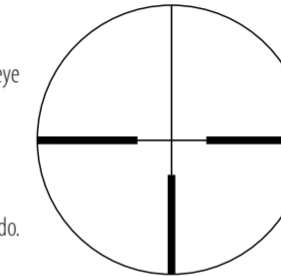
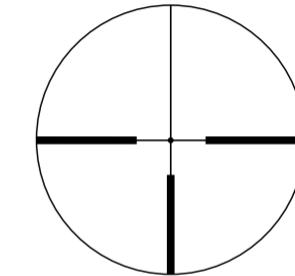

Fig. 3-1
Fig. 3-2
(1) Messa a fuoco
- Guardare attraverso l'oculare, posizionando l'occhio a circa 10 cm (4 pollici) di distanza; si vedrà il reticolo n. 4 (German 4) (Fig. 3-1) o reticolo n.4 illuminato (German 4) con punto (Fig. 3-2). Assicurarsi che l'occhio sia ben allineato e alla giusta distanza (eye relief); in caso contrario si vedrà "tutto nero".